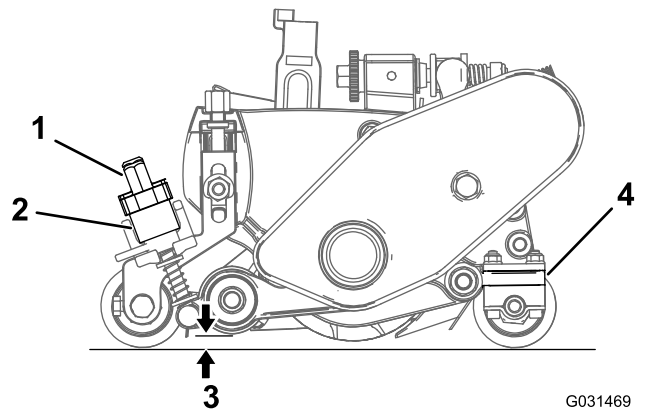

Figura 24
- A. Girate le leve di sollevamento rapido (Figura 24) in posizione OPERATIVA (maniglie rivolte verso la parte anteriore dell'apparato di taglio).
- B. All'estremità del cilindro grooming, misurate la distanza dalla punta inferiore della lama grooming alla superficie operativa (Figura 24). Girate la manopola del regolatore dell'altezza (Figura 24) per sollevare o